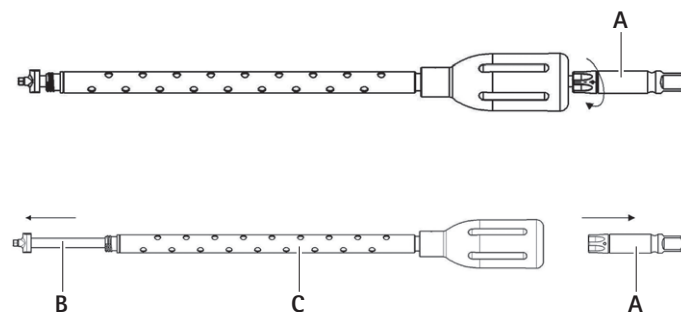

Fig. 12 Smontaggio del cacciavite filettato
6.5 Cacciavite filettato TH S⁴ Cervical (12)
- Far scorrere l'albero del cacciavite **B** attraverso il gruppo impugnatura-manicotto **C**, vedere Fig. 12.